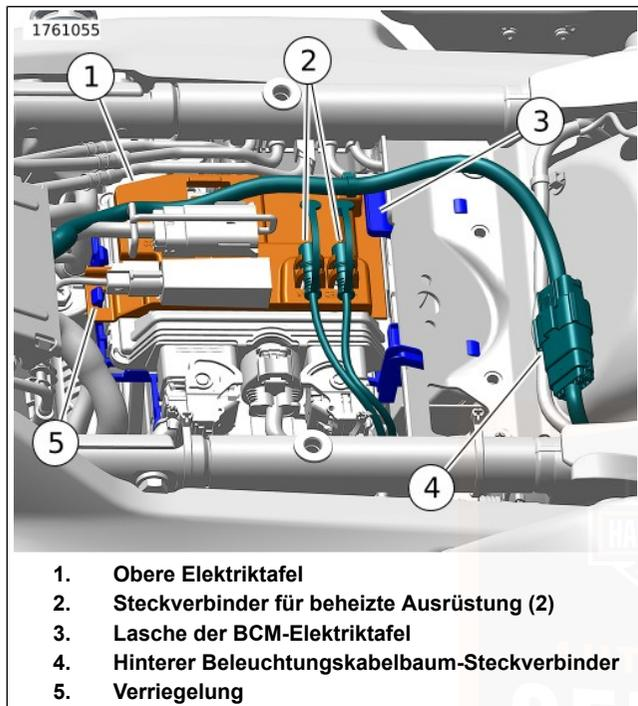
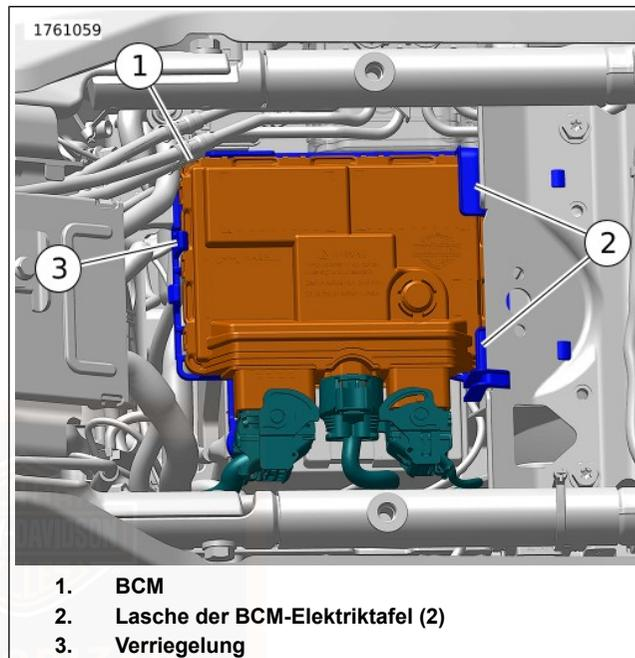
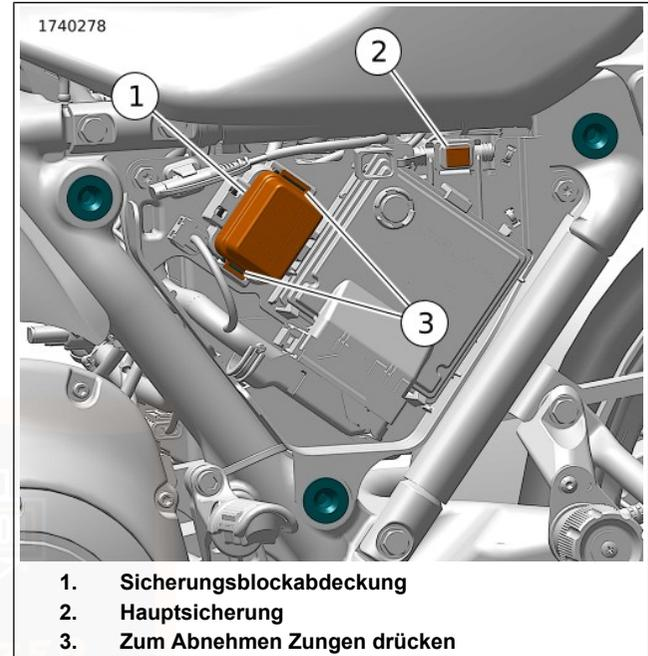

Abbildung 115. Ausbau/Einbau der oberen Elektriktafel
Abbildung 116. Ausbau/Einbau des BCM
Abbildung 119. Sicherungsblock (unter der linken Seitenabdeckung)
- d. Siehe Abbildung 119 . Die Hauptsicherung (2) ausbauen.
3. Siehe Abbildung 115. Den Steckverbinder (4) des hinteren Beleuchtungskabelbaums abklemmen.
4. Die Steckverbinder (2) der beheizten Ausrüstung von der oberen Elektriztafel (1) entfernen.
5. Die Verriegelung (5) leicht nach hinten drücken und die Vorderseite der oberen Elektriztafel anheben. Die obere Elektriztafel nach vorne schieben, um sie von der Lasche (3) der BCM-Elektriztafel zu lösen.
7. Siehe Abbildung 116. Die Verriegelung (3) leicht nach vorne drücken und die Vorderseite des BCM (1) anheben. Das BCM nach vorne schieben, um es von den Laschen (2) der BCM-Elektriztafel zu lösen.
9. Siehe Abbildung 116. Das BCM (1) in die Position oben auf der BCM-Elektriktafel absenken. Das BCM nach hinten unter die hinteren Laschen (2) der BCM-Elektriktafel schieben.
10. Die Vorderseite des BCM nach unten drücken, bis die Verriegelung (3) einrastet.
11. Siehe Abbildung 115. Die obere Elektriktafel (1) in die Position oben auf dem BCM absenken. Die obere Elektriktafel nach hinten unter die Lasche (3) der BCM-Elektriktafel schieben.
12. Die Vorderseite der oberen Elektriktafel nach unten drücken, bis die Verriegelung (5) einrastet.
13. Die Steckverbinder (2) für die beheizte Ausrüstungen in den Haltern an der oberen Elektriktafel anbringen.
14. Den Steckverbinder (4) des hinteren Beleuchtungskabelbaums anschließen.
15. Siehe Abbildung 119 . Die Hauptsicherung (2) einbauen.
Siehe Abbildung 119. Eine 60 A -Hauptsicherung (2) befindet sich in der Nähe des Sicherungsblocks. Wenn die Hauptsicherung entfernt wird, unterbricht das die Stromversorgung zu allen Systemen, außer Anlasser und Anlassermotor/-magnetschalter.
Siehe Abbildung 119. Sicherungen befinden sich unter der linken Seitenabdeckung.